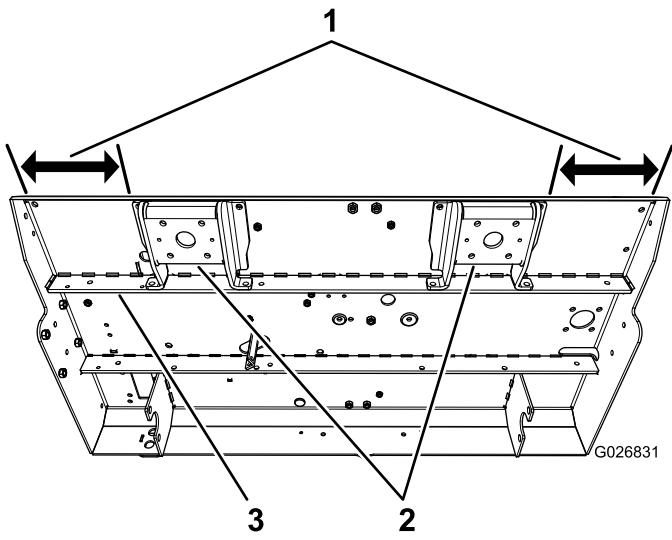
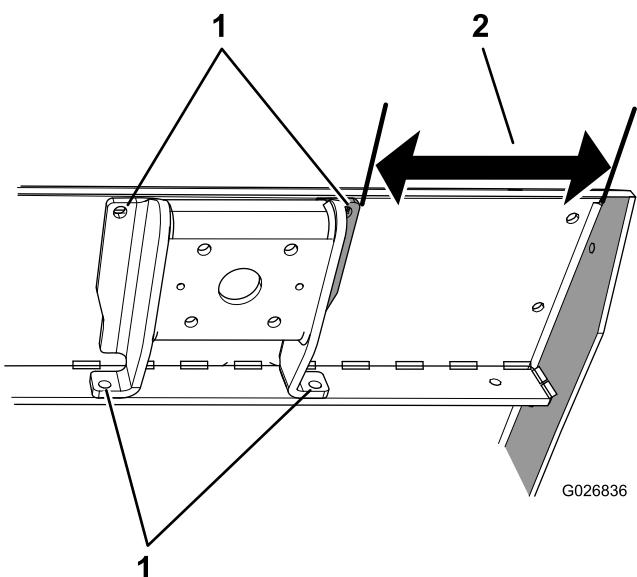

Figure 4
Figure 5
1. Utilisez des étriers pour fixer un nouveau support de rouleau au bas du cadre, contre la nervure et à 20,4 cm du bord intérieur du cadre (avant) ; voir Figure 4 et Figure 5.
3. Utilisez des étriers pour fixer l'autre nouveau support de rouleau au bas du cadre, contre la nervure centrale du cadre et à 20,4 cm du bord intérieur du cadre (arrière) ; voir Figure 4 et Figure 5.
Remarque: Commencez par serrer les écrous et les boulons qui fixent les supports à la nervure du cadre, puis serrez les écrous et boulons qui fixent les supports au sommet du cadre (Figure 5).